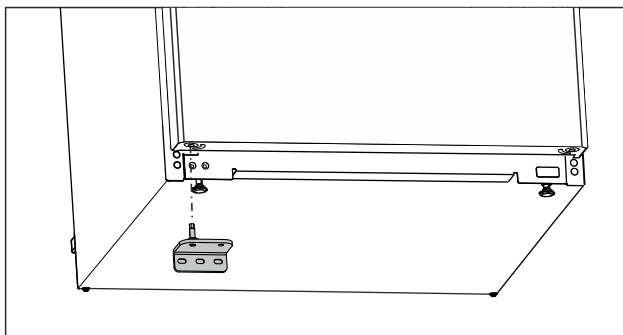

Fig. 24
- ▶ Spodnji ležajni podstavek vstavite na nasprotni strani. (glejte Fig. 24)